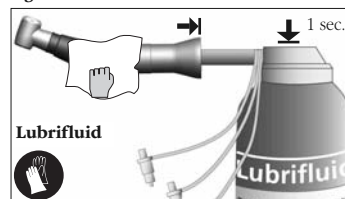

fig. 6
- Introduire l'embout du spray dans l'arrière du manche de l'instrument **fig. 6**.